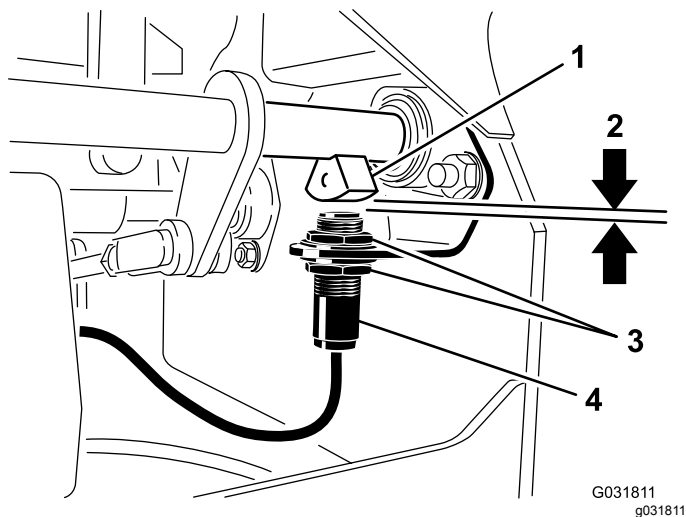

Figura 44
4. Spostate il microinterruttore verso l'alto o il basso, lungo la staffa, fino a quando la distanza tra il sensore dell'albero del freno e il pulsante del microinterruttore è di 4 mm, come illustrato nella Figura 44.